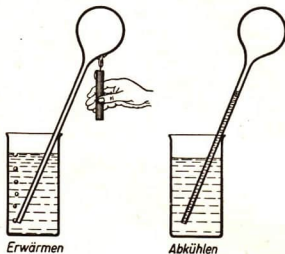

Abb. 52/1. Modellversuch zum Füllen eines Thermometers
4. Erkläre dir die Füllung eines Thermometers durch einen Modellversuch: Tauche eine Glasröhre, die an einem Ende zu einer Kugel aufgeblasen ist, mit der Öffnung nach unten in ein Becherglas mit Wasser und erwärme die Kugel vorsichtig. Was kannst du während des Erhitzens und danach während des Abkühlens beobachten (Abb. 52/1)? Man kann auch einen Glaskolben benutzen, in den mittels eines Stopfens eine Glasröhre luftdicht eingeführt ist.